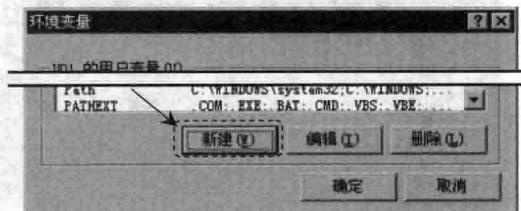

图 1.2.4 “环境变量”对话框
- 步骤 04** 在图 1.2.4 所示的“环境变量”对话框中，单击 按钮。